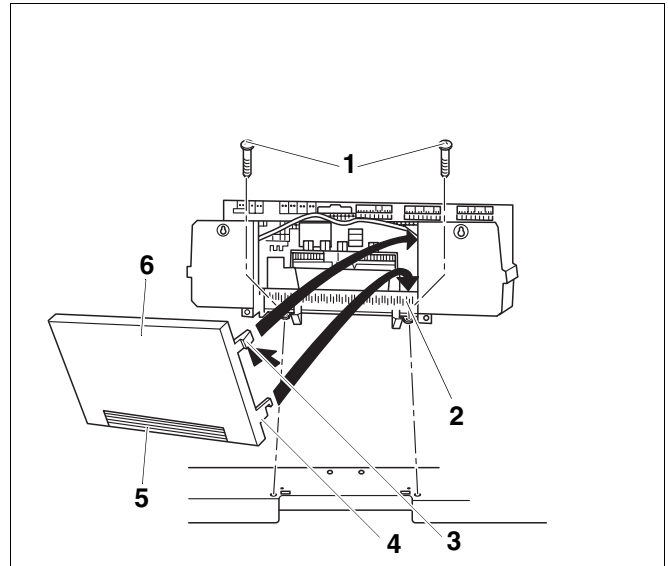

Abb. 24 Regelsystem Logamatic 4000 festschrauben
- Nur bei Regelsystem Logamatic 4000: Rückwandteil abnehmen (Abb. 24, Seite 28, **Pos. 6**)
Sie können bei Bedarf das Ausbrechteil (Abb. 24, **Pos. 5**) am Rückwandteil (Abb. 24, **Pos. 6**) ausbrechen bzw. ausschneiden.
- Die beiden unteren Haken (Abb. 24, **Pos. 4**) rechts und links an dem Rückwandteil (Abb. 24, **Pos. 6**) mit dem Schlitz in die obere Kante des Schellenrahmens (Abb. 24, **Pos. 2**) einsetzen.
- Die beiden oberen elastischen Schiebehaken (Abb. 24, **Pos. 3**) leicht nach innen drücken (Pfeil) und das Rückwandteil (Abb. 24, **Pos. 6**) so einlegen, dass die beiden Haken einrasten.